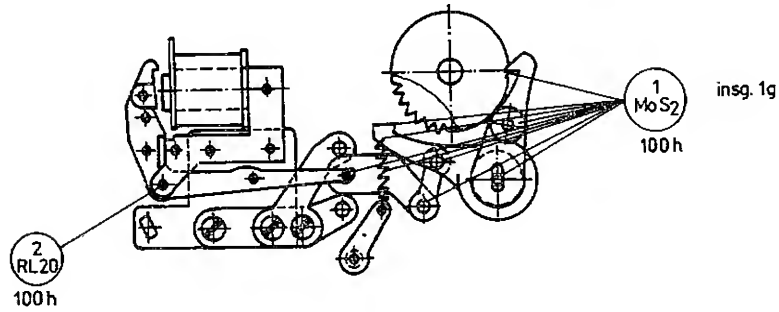

Bild 15 Schmierstellen an Transport und Fixierklinke
- Transport- und Fixierklinke sowie alle Gelenke des Systems für Bandtransport (Bild 15).